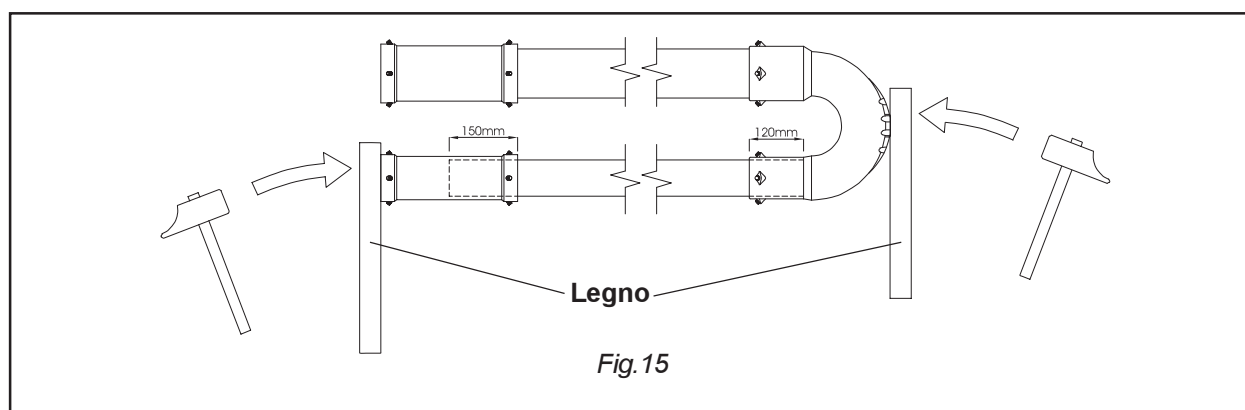

Fig. 15
- 1) Introdurre i due tubi (mandata e ritorno) nella curva per circa 120 mm aiutandosi eventualmente con un martello, facendo attenzione ad interporre un pezzo di legno fra martello e manicotto (vedi fig. 15). Fissarli con le viti a corredo della curva.